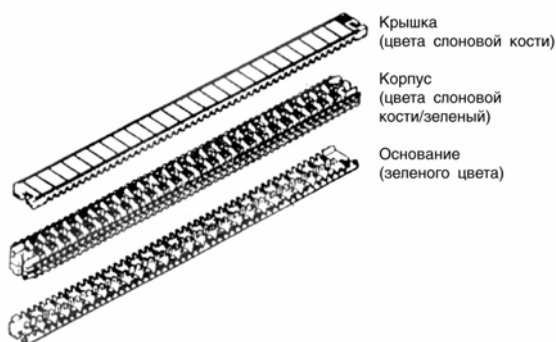

Рис. 6.2. Модуль запараллеливания MS² 4008-D
6.1.4. Модуль MS² 4008-D предназначен для запараллеливания пар при переключении и ремонте кабелей без перерыва связи и позволяет подключаться непосредственно к жилам кабеля в любом месте, кроме сростка. Также как и модуль 4000-D, этот модуль состоит из трех частей. Отличие состоит в том, что в нижней части корпуса модуля нет ножей, поэтому жилы, заведенные в основание модуля, при опрессовке не обрезаются (рис. 6.2).